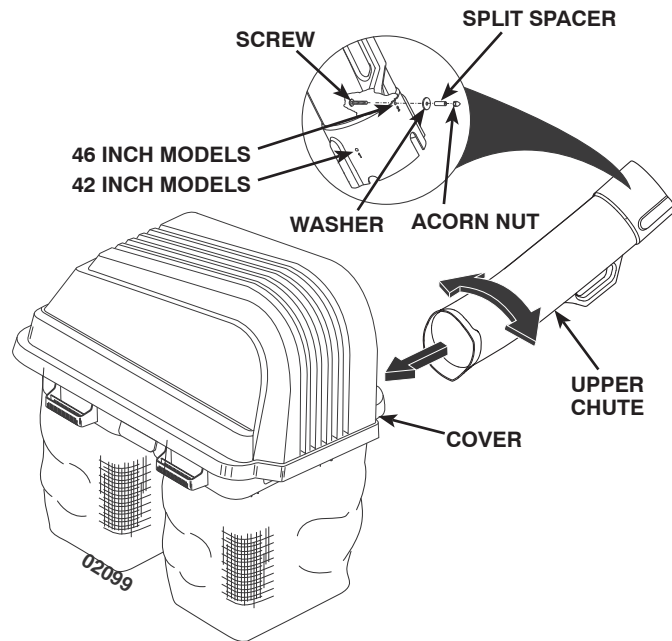

Fig. 5A
5 CONDUCTO SUPERIOR (See Figs. 5A and 5B)
2. Monte e instale los accesorios del pasador de los seguros en la posición "1" en los modelos de 42 pulg. o en la posición "2" en los modelos de 46 pulg., como se muestra en la Fig. 5A.